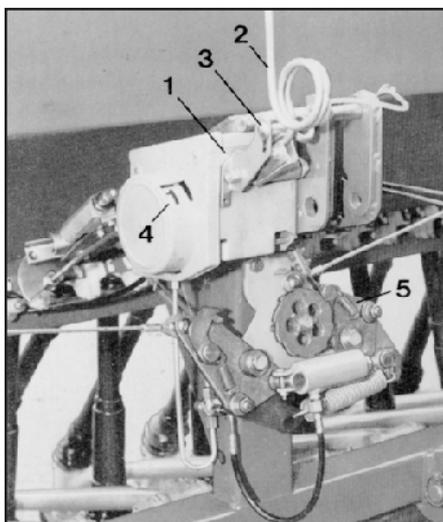
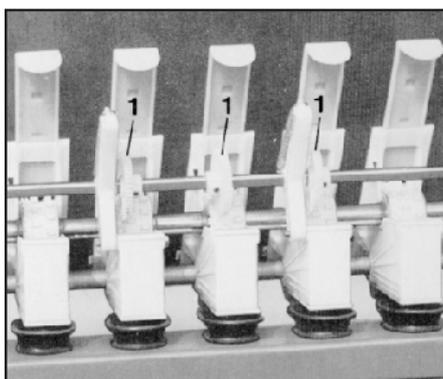

Рис. 16.4
Рис. 16.5
Механизм переключения устройства прокладки технологических колей (рис. 16.4/1) с гидравлическим приводом сеялки фирмы АМАЦОНЕ типа D8 SUPER соединен с гидравлическим механизмом автоматического переключения маркеров (рис. 16.4/5) (если таковой имеется) таким образом, что при переключении маркеров, при помощи распределительного клапана простого действия происходит переключение устройства создания технологических колей.
На указательном диске (рис. 16.4/4), не вставая с водительского сиденья, можно распознать, в каком положении находится пульт управления устройством прокладки технологических колей. Как только появляется "0", приводная шестерня и высевная катушка (рис. 16.5/1) останавливаются. В результате прерывания семенного потока прокладываются технологические колеи. Храповое колесо, находящееся в пульте управления (рис. 16.4/1), управляет ритмом прокладки технологических колей.
К началу работы устройство создания системы технологических колей устанавливается вручную на необходимое число (рис. 16.4/4) в пульте управления. Для этого необходимо потянуть рычаг управления (рис. 16.4/2). Этот процесс отображен в пункте 17.0. Кроме того, необходимо следить за тем, чтобы механизм автоматического переключения маркеров (рис. 16.4/5) опускал маркер в нужную сторону.
Если технологические колеи не нужны, но работы с маркером продолжаются, то необходимо заблокировать устройство прокладки технологических колей. Для этого зажимный винт (рис. 16.4/3) передвигается вниз настолько, пока переключение рычага управления не станет невозможным.
**Теперь указатель (рис. 16.4/4) в пульте управления не должен показывать "0", так как в противном случае будут постоянно прокладываться технологические колеи.**